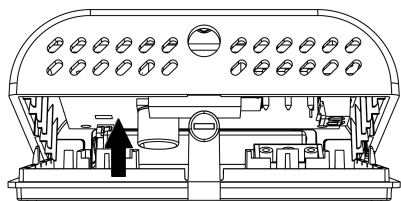

Fig. 3
- 2 Fortsätt att vrida fronthöjlet försiktigt uppåt tills detta lossnar helt från bottendelen (Fig. 3).